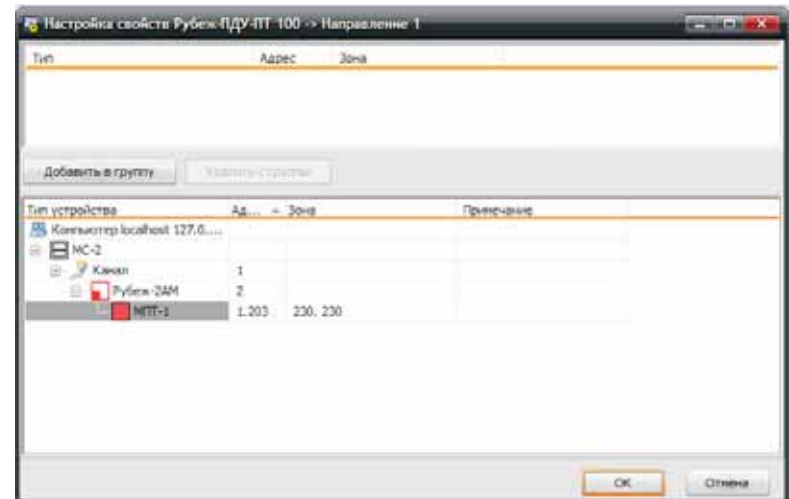

Рисунок 4
4.4 Затем раскрыть список направлений, правым кликом вызвать выпадающее меню для требуемого направления и выбрать пункт «Свойства» (см. рисунок 4). В открывшемся окне в нижнем поле будет список доступных ИУ, в верхнем – список ИУ, приписанных к направлению.